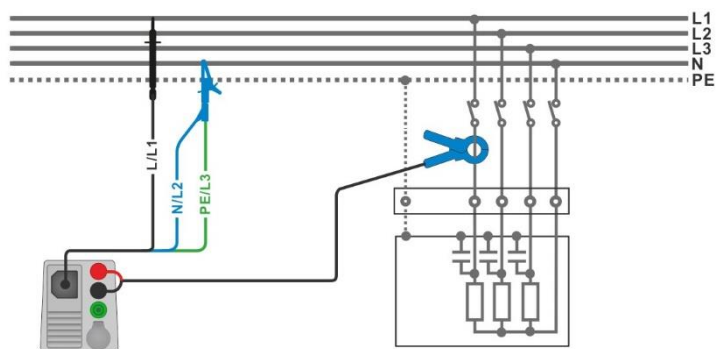

Figura 7.79: Medición de potencia
- ▶ Conecte las puntas de prueba de 3H y la pinza amperimétrica al elemento a probar (vea la **Figura 7.79**).